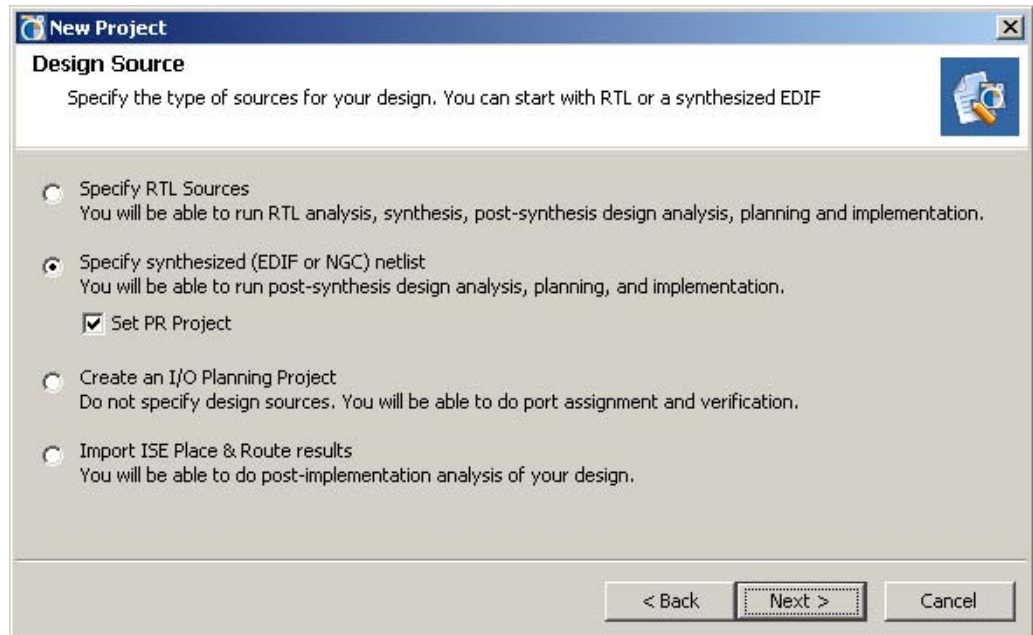

図 4-1 : New Project ウィザード
1. **New Project** ウィザードを起動し、プロジェクト名とディレクトリを指定し、合成済みネットリスト (EDIF または NGC) をインポートします。パーシャル リコンフィギュレーション プロジェクトは、**PlanAhead** ソフトウェアの **RTL** レベルでは開始できません。図 4-1 は、**New Project** ウィザードを示しています。